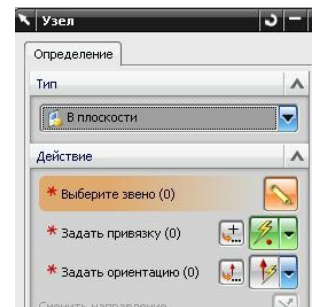

рис.79
• **ЗАМЕЧАНИЕ:** аналогом кинематической пары *Плоский* является элементарная связь *В плоскости* (рис.79). И если по какой-либо причине вам не нравится связь *Плоский*, можете применить её альтернативу.